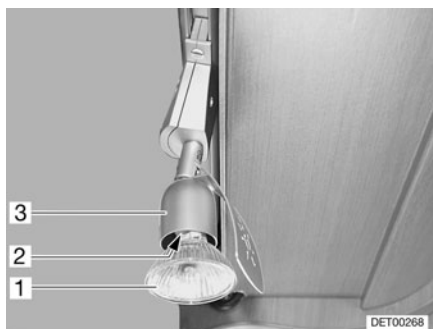

Fig. 163 Spot (avec cache de protection)
- Tirer l'ampoule halogène (Fig. 163,1) de la douille (Fig. 163,3) ou dévisser l'ampoule 'normale'.
- Enfoncer la nouvelle ampoule halogène entre les deux languettes (Fig. 163,2) dans la douille ou visser l'ampoule 'normale'.